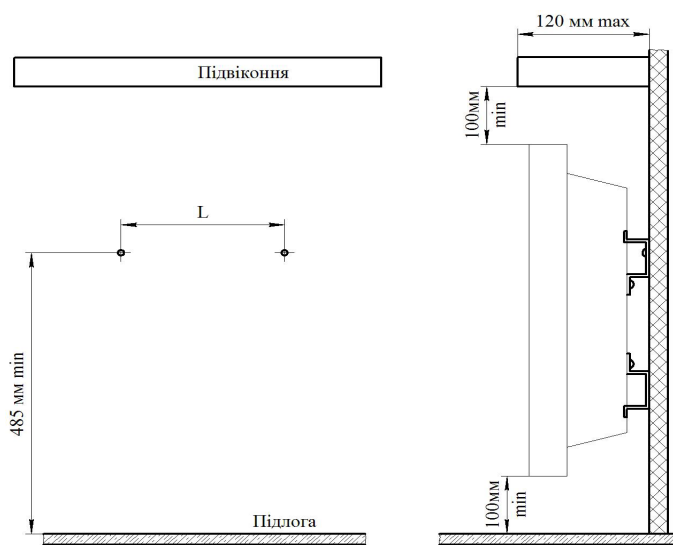

Рис.1
4.5 Поєднайте отвори на верхніх кронштейнах конвектора з головками шурупів на стіні (рисунок 1) і надягніть конвектор на кронштейни. Перемістіть конвектор вгору і праворуч до упору, опустіть вниз. Конвектор зафіксований на кронштейнах.
Увага! Категорично забороняється включати і експлуатувати конвектор без його закріплення на кронштейнах на стіні. Включати й експлуатувати конвектор дозволяється тільки в положенні, вказаному на рис.1 (повітрязабірною решіткою вниз).